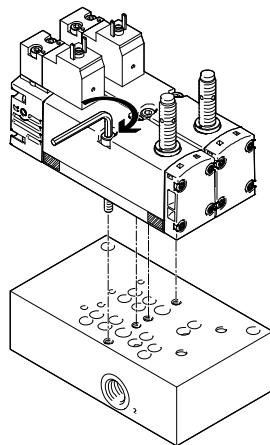

Fig. 11 Крепление распределителей с электромагнитным управлением на блоке управления
7. Расположите распределитель с электромагнитным управлением на блоке управления (➔ Fig. 11) и до упора затяните 2 крепежных винта с внутренним шестигранником SW3 (допустимый крутящий момент:  $2 \text{ H}\cdot\text{m} \pm 10\%$ ).